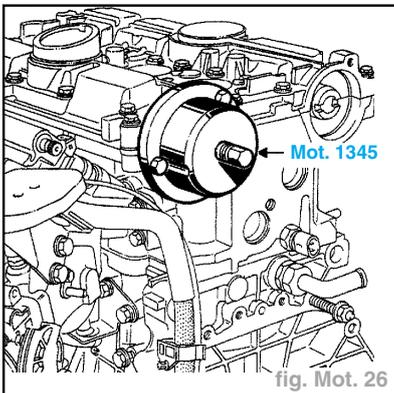

fig. Mot. 26
- le capteur cylindre (26),
- la pastille de l'arbre à cames d'admission à l'aide du **Mot. 1345** (fig. Mot. 26) (du moteur N7Q),